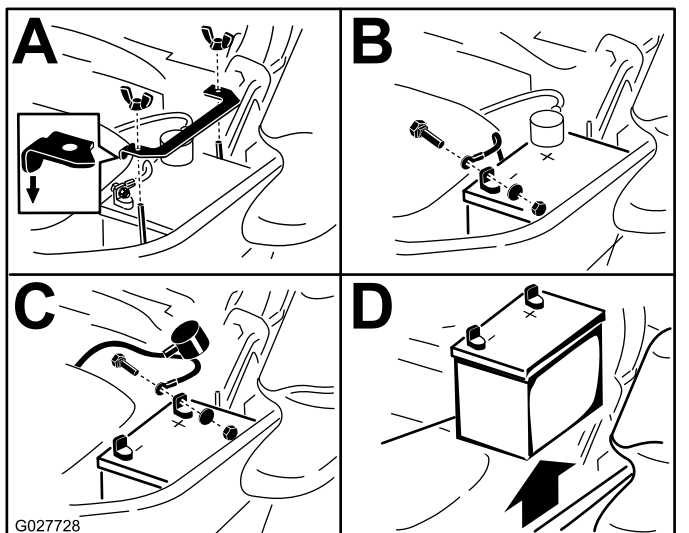

Figura 66
3. Remova a bateria como se mostra na Figura 66.